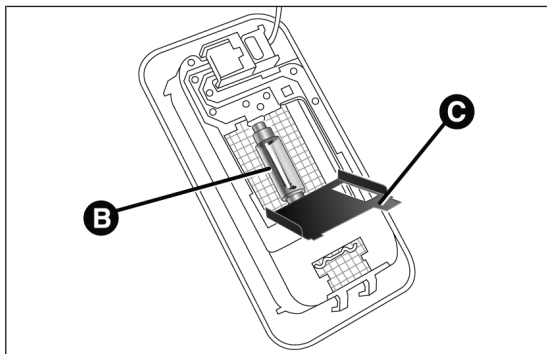

fig. 196
- dévisser les logements B fig. 196 des ampoules et les extraire en les désolidarisant vers l'extérieur puis remplacer les ampoules C ;
- ouvrir le volet C fig. 196 et remplacer l'ampoule B en la séparant des contacts latéraux ;